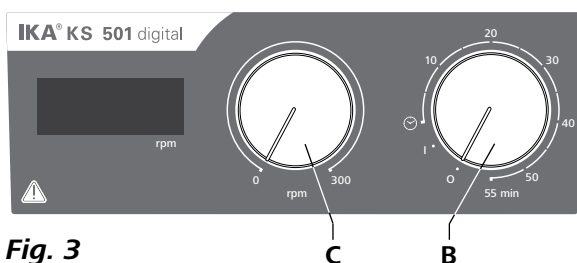

Fig. 3
☞ Iestatiet motora apgriezienu skaitu, izmantojot regulatora pogu **“Apgriezienu skaits” (C)**, skatiet Fig. 3). Ierīcei **KS 501 digital** un **HS 501 digital** motora apgriezienu skaitu var iestatīt no 0 līdz 300 rpm.